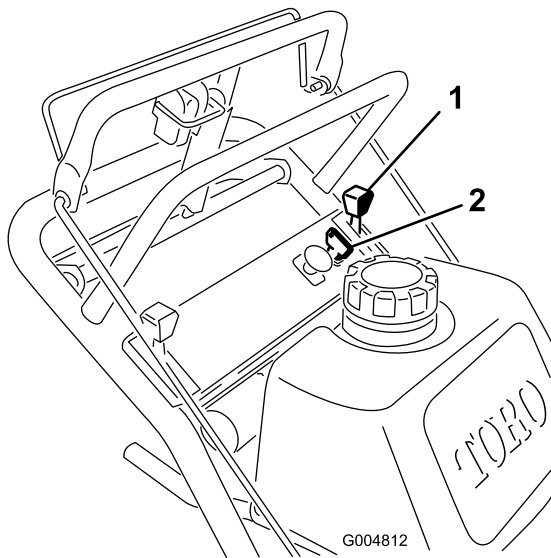

Figura 8
1. Mueva la palanca del acelerador a la posición de **Lento** (Figura 8).
3. Gire la llave de contacto a **Desconectado** (Figura 8).